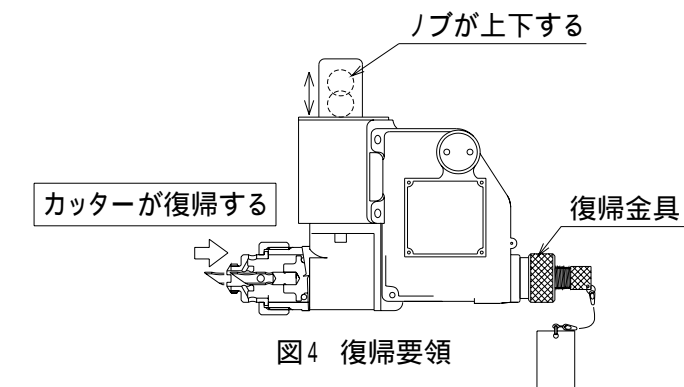

図4 復帰要領
(3) 作動試験後は、「5. 復帰要領」に従い、起動弁開放装置を確実に復帰させること。
5. 復帰要領(図4参照)